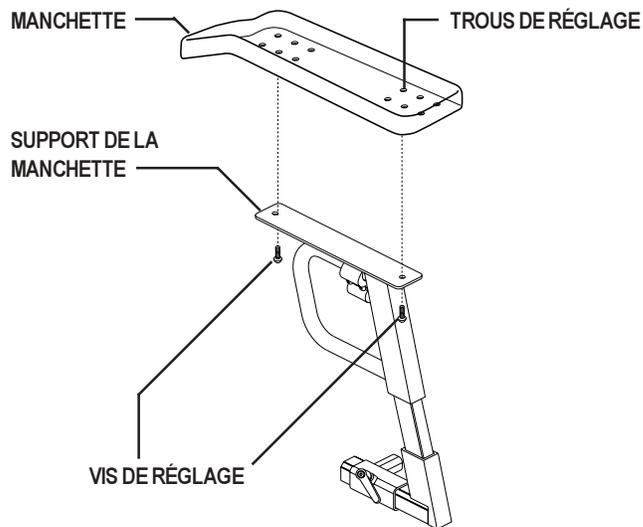

Figure 11. Réglage la position de la manchette
1. Enlevez les vis de réglage du dessous avant et arrière de la manchette de l'accoudoir. Voir la figure 11.